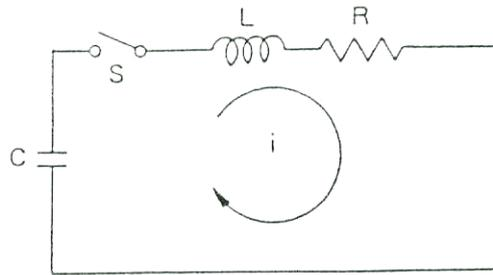
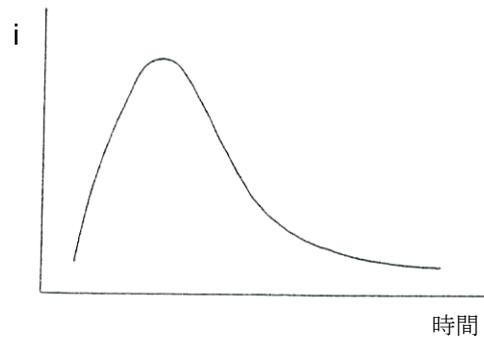

図 26
図 27
1. 本器の RLC 回路は、図 26 のようになっています。
2. 図 26 の回路で横軸を時間、縦軸を i とすればその過渡現象による波形は、図 27 のようになります。